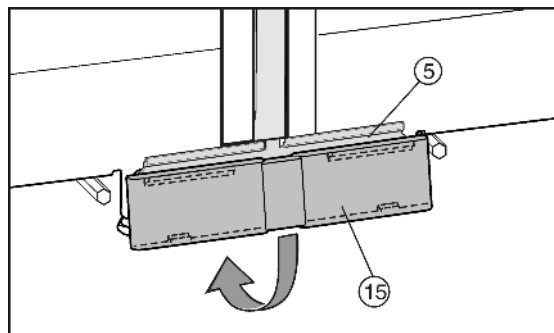

Fig. 11
- De onderste afdekking Fig. 11 (15) van boven op de verbindingstrips Fig. 11 (5) zetten en aan de onderkant vastklikken.